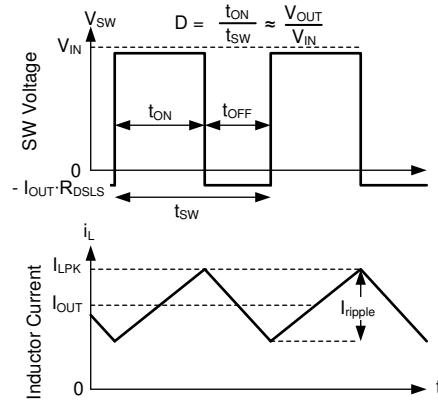

图 8-15. 连续导通模式 (CCM) 下的 SW 电压和电感器电流波形
有关器件的以下运行说明，请参阅节 8.2 和图 8-15 中的波形。在 CCM 中，该器件以变化的占空比 (D) 打开内部高侧 (HS) 和低侧 (LS) NMOS 开关，从而提供稳定的输出电压。在 HS 开关导通期间，SW 引脚电压  $V_{SW}$  摆动至大约  $V_{IN}$ ，电感器电流  $I_L$  以线性斜率增加。HS 开关由控制逻辑关闭。在 HS 开关关闭时间  $t_{OFF}$ ，LS 开关打开。电感器电流通过 LS 开关放电，这会强制  $V_{SW}$  通过 LS 开关两端的压降摆动到地电位以下。转换器环路调节占空比以保持恒定的输出电压。D 由 HS 开关在开关周期内的导通时间定义：